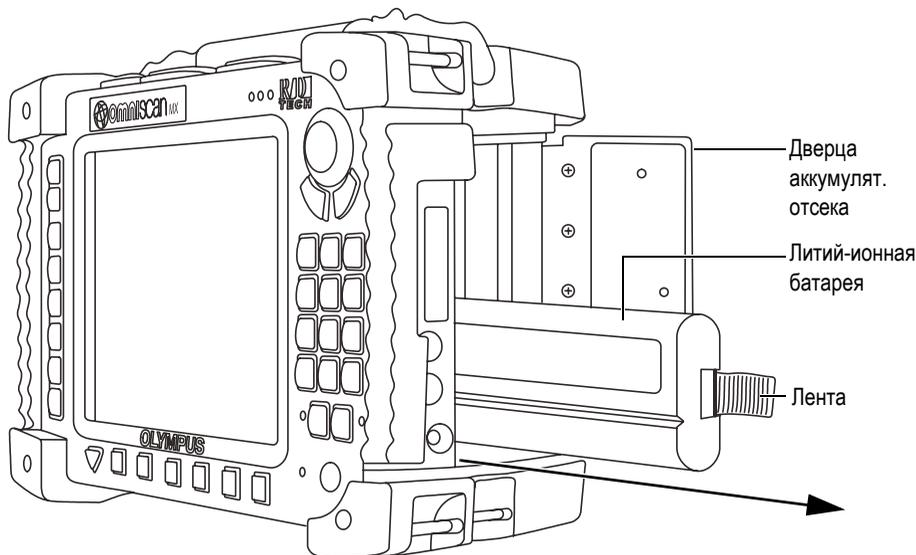

Рис. 8-3 Извлечение литий-ионной батареи
2. Если в отсеке уже находится батарея, потяните за ленту и извлеките ее (см. Рис. 8-3 на стр. 104).